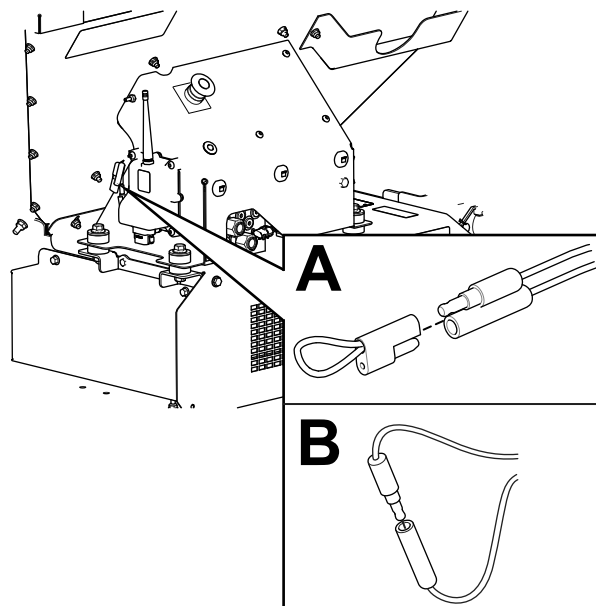

Figura 59
2. Trageți capacul atașat de pe cei 2 conectori de untare de diagnoză (Figura 59, A).
3. Conectați conectorii de untare de diagnoză împreună (Figura 59, B).
2. Deconectai conectorii de untare de diagnoză (Figura 59, B).
3. Împingeți capacul atașat pe cei 2 conectori de untare de diagnoză (Figura 59, A).